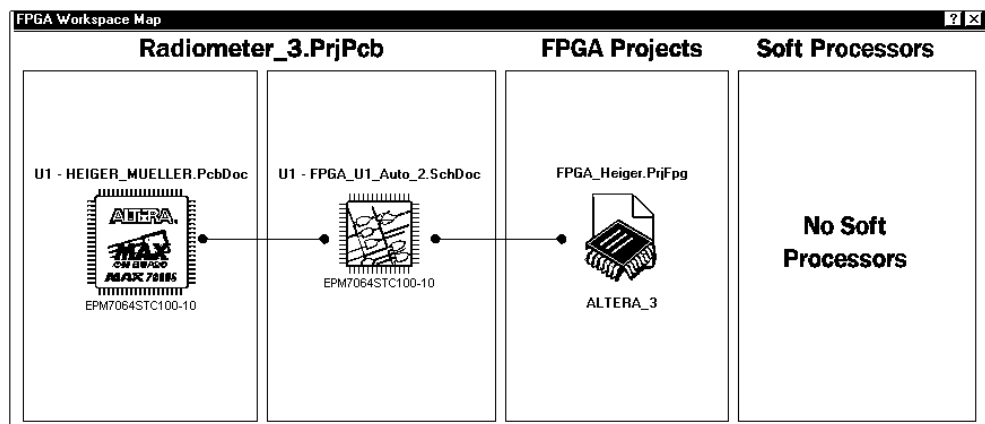

Рис. 8.8. Панель **FPGA Workspace Map** — карты рабочего пространства
Для обнаружения текущего состояния синхронизации проектов следует командой главного меню **Project | FPGA Workspace Map** (Проект | Карта рабочего пространства ПЛИС) открыть одноименную панель **FPGA Workspace Map** (рис. 8.8), в которой отображается состав и состояние синхронизации частей текущего активного сквозного проекта или всех проектов, отображаемых в плавающей панели **Projects**.
7. Вернуться в оболочку **FPGA Workspace Map** (рис. 8.8) и убедиться, что синхронизация достигнута (по зеленому цвету линий связи проектов).